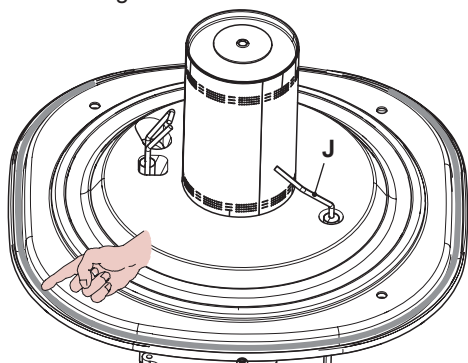
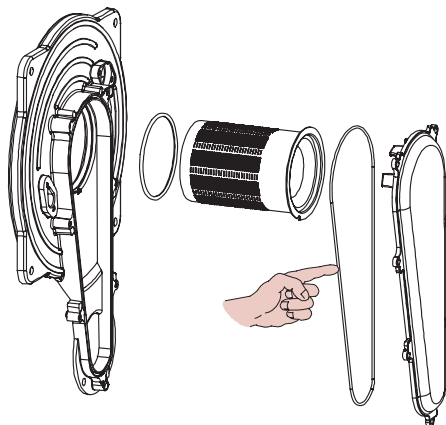

Figura 9.9
Figura 9.10
- La guarnizione in silicone della parete frontale della camera di combustione Figura 9.9 e la guarnizione del coperchio condotto aria/gas (Figura 9.10) devono essere cambiate se deteriorate e comunque devono essere obbligatoriamente sostituite ogni 2 anni.
- L'elettrodo di rilevazione J in Figura 9.9 funge anche da sensore per il corretto scarico della condensa. Se tale elettrodo viene a contatto con acqua di condensa presente all'interno della camera di combustione manda in blocco di sicurezza la caldaia. Pertanto se si trova la coibentazione bagnata o deteriorata provvedere alla sostituzione.